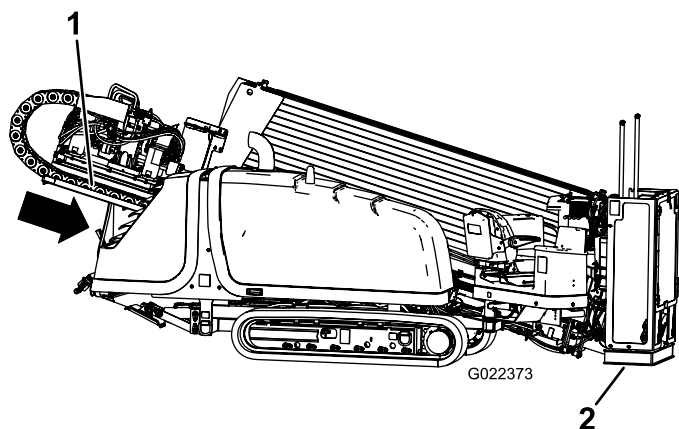

Figure 80
9. Abaissez le cadre de poussée en inclinant le cadre de la foreuse jusqu'à ce que la plaque touche le sol (Figure 80).